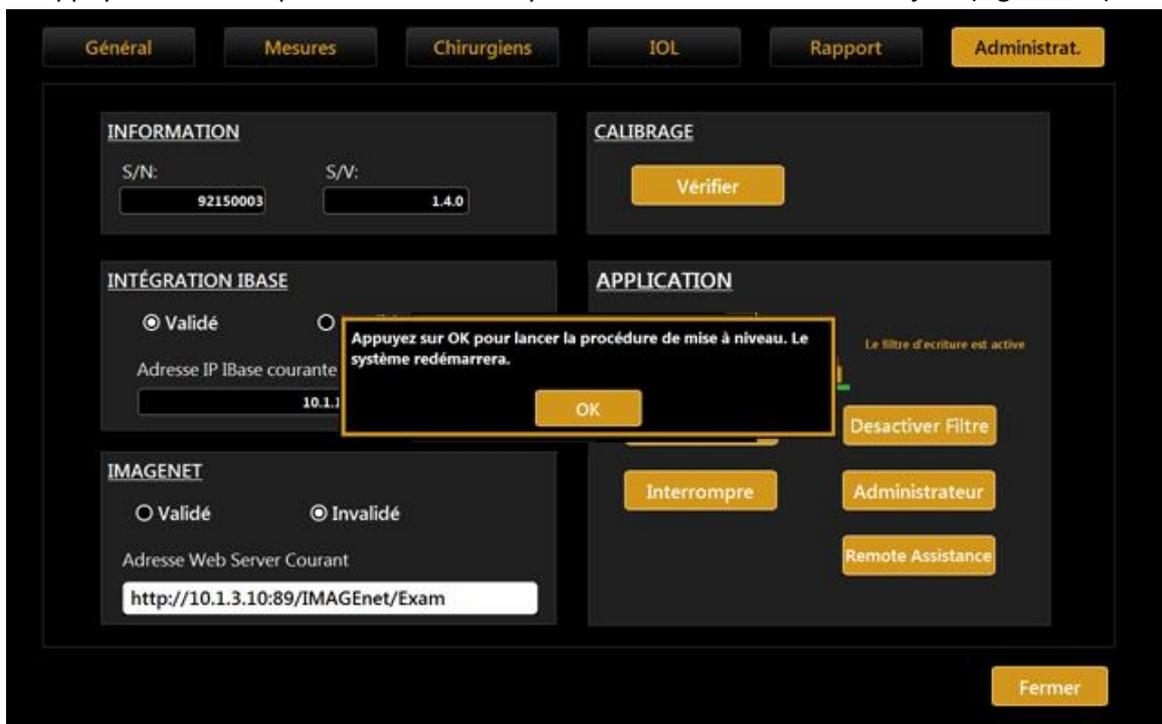

Figure 100
- Appuyer sur « OK » pour redémarrer le système et commencer la mise à jour (Figure 100).